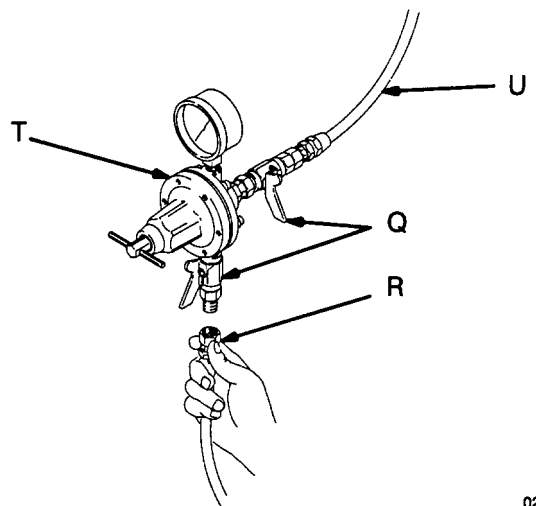

Fig. 4
- Si está utilizando una bomba con diafragma para alimentar varias pistolas con producto adhesivo, se puede utilizar un regulador de fluido (T) para controlar la presión de fluido destinada a cada pistola. Ver Fig. 4.
- B. Conectar el otro extremo de la manguera de fluido (R) con una tubería de alimentación de fluido regulado (U) o con un depósito de presión (T). Ver Fig. 4 o el esquema de instalación típica de la página 6.
NOTA: La Fig. 4 muestra el regulador de fluido (T) y las válvulas de cierre de fluido (Q) que se encuentran en la tubería de alimentación de fluido (U).
- B. Conectar el otro extremo del tubo de fluido (M) con una tubería de suministro de fluido regulado o un depósito de presión. Remitirse a la Fig. 4 o al esquema de la instalación típica de la página 6.